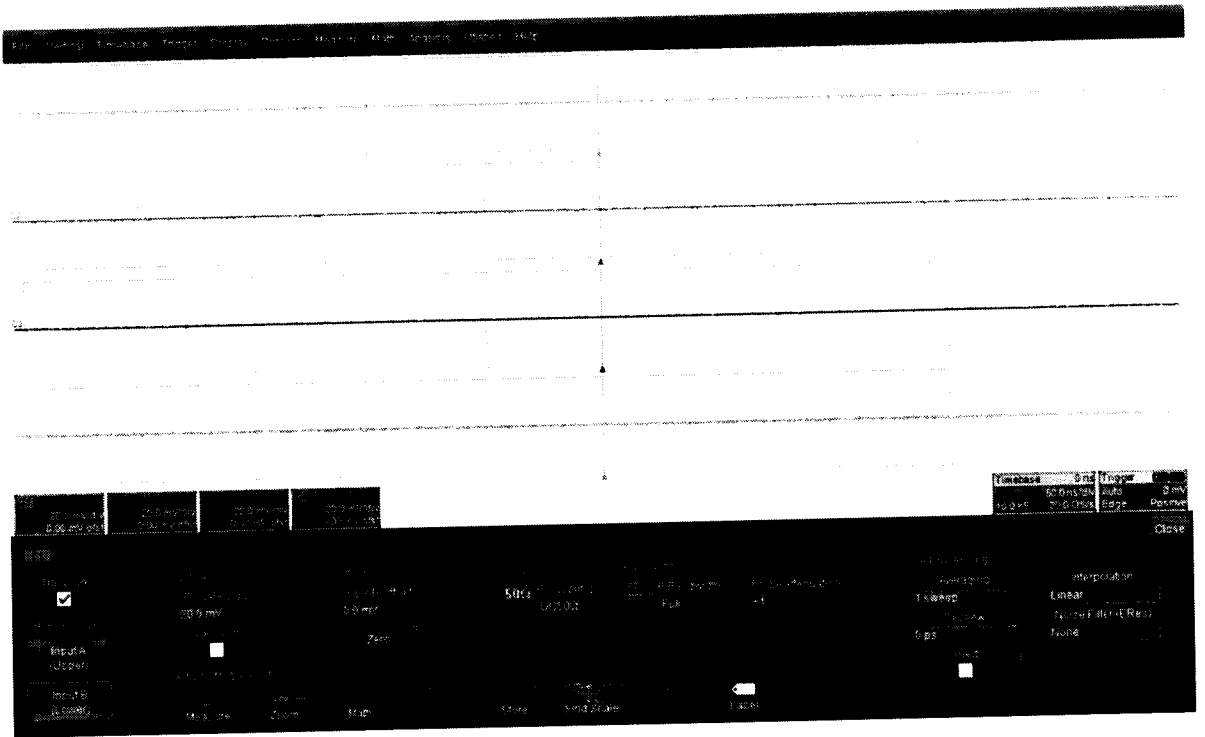

Рисунок 2
8.4.2.1 Установить следующие параметры осциллографа (рисунок 2):